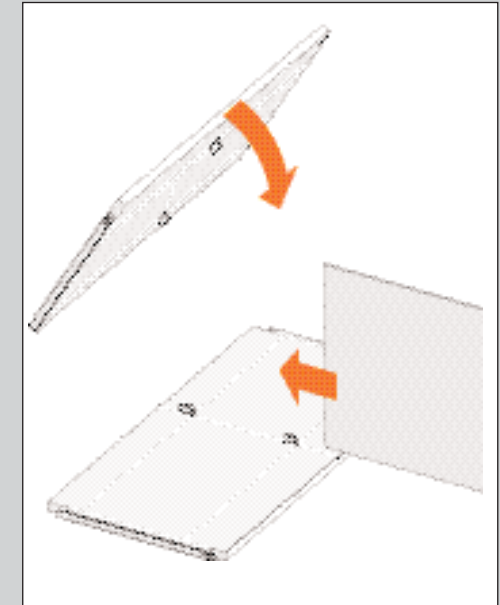

ABBILDUNG 87
- Schieben Sie die Zwischenfächer zwischen die Fachböden (siehe Abb. 87).